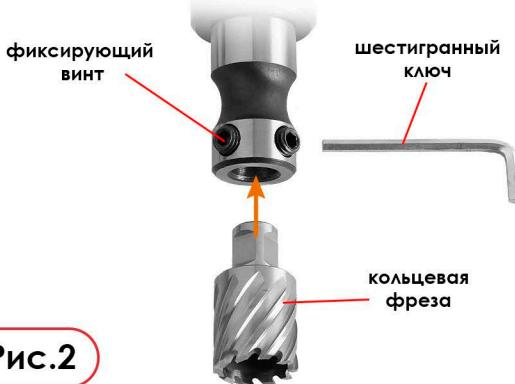

Рис.2
1. Установите штифт-выталкиватель в кольцевую фрезу, затем установите хвостовик кольцевой фрезы в шпиндель таким образом что бы ее гладкие грани совпадали с фиксирующими болтами. Затяните фиксирующие болты (Рис. 2).